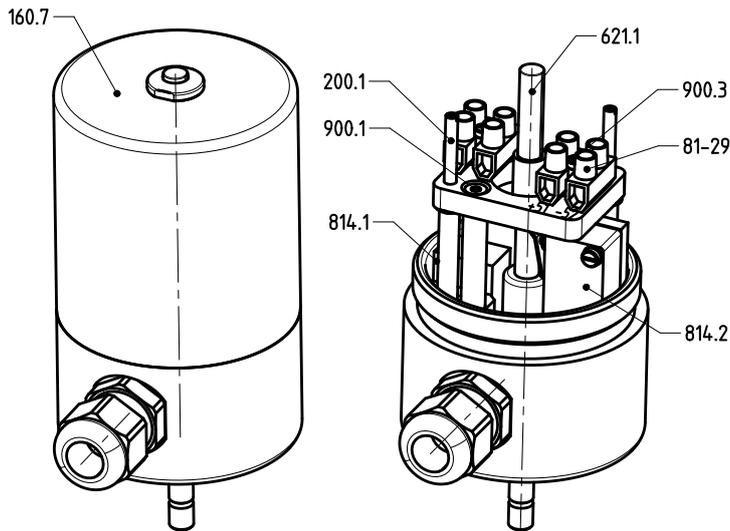

Figura 15: Struttura del segnalatore di ritorno della posizione
1. Svitare il coperchio [160.7] (figura 15).
2. Svitare il coperchio [160.7] (figura 15).
4. Svitare il coperchio [160.7] (figura 15, capitolo 8.3).
10. Riavvitare i morsetti [81-29] (figura 15, capitolo 8.3).